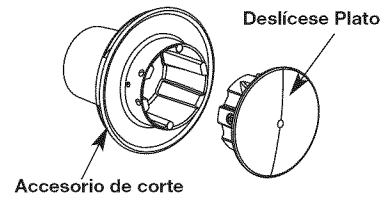

Fig. 22
3. Mientras sujeta la varilla de traba, saque el accesorio de corte girándolo en sentido de las agujas del reloj hasta que salga del eje de salida (Fig. 22). Guarde el accesorio de corte para uso futuro.
3. Reinstale la placa guía de la línea (Fig. 22) La placa guía es un elemento con espiga y ajusta de una sola forma. Si no entra en el cabezal de corte fácilmente, NO lo fuerce. Gire la placa hasta que se encaje fácilmente en el cabezal de corte.